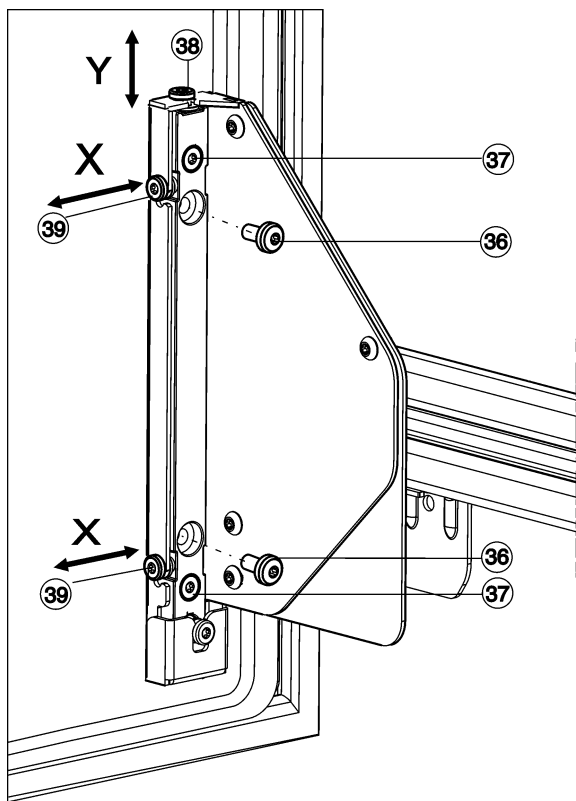

Fig. 27
- ▶ Tekerje ki teljesen a csavarokat Fig. 27 (36).
- ▷ Kezelje a csavarokat Fig. 27 (36) hulladékként, a továbbiakban nincs rájuk szükség.
- ▶ A csavarokat Fig. 27 (37) csak 1-2 fordulattal lazítsa meg.
- ▶ Tekerje el a (38) szabályozócsavart. Az óramutató járásával megegyező irányba: az ajtó legfeljebb 4 millimétert mozdul felfelé. Az óramutató járásával ellenkező irányba: az ajtó legfeljebb 2 millimétert mozdul lefelé.
- ▶ Húzza meg újra szorosan az összes csavart Fig. 27 (37).
- ▶ Tekerje ki teljesen a csavarokat Fig. 27 (36), amennyiben még nem tette meg.
- ▶ Állítsa be a szabályozócsavarokkal Fig. 27 (39) a kívánt oldalhelyzetet.
- ▶ Húzza meg újra szorosan az oldalsó állítócsavarokat Fig. 27 (37).